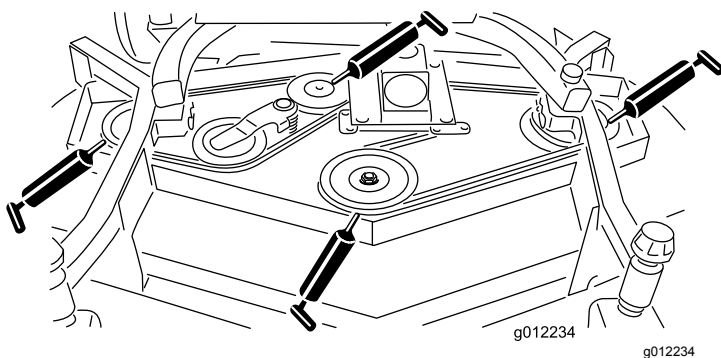

Figura 19
- Faça rodar os rolamentos do eixo (situados debaixo da polia) (Figura 19)
- Rolamentos do eixo do braço intermédio (Figura 19)